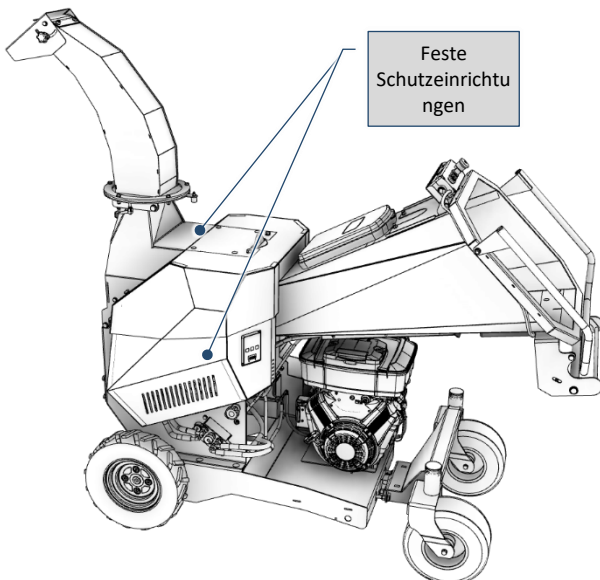
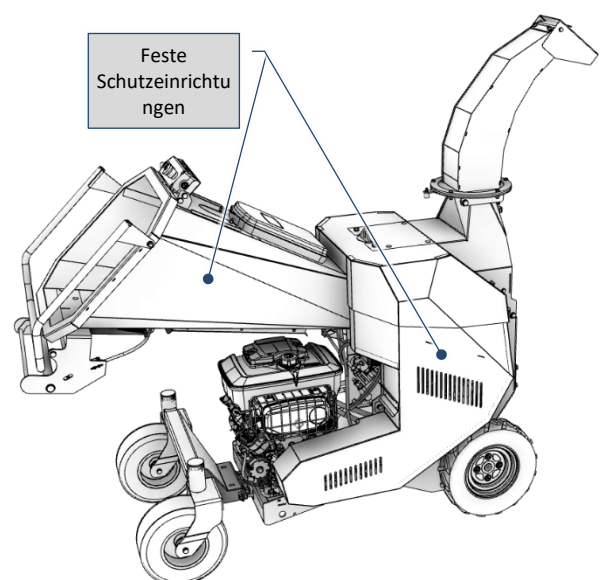

Abb. 7-16 – Feste Schutzeinrichtungen der Maschine (Linke Seitenansicht)
Abb. 7-17 – Feste Schutzeinrichtungen der Maschine (Rechte Seitenansicht)
- **Feste Schutzeinrichtung:** eine Schutzeinrichtung, die dauerhaft in Position gehalten wird (durch Schweißen usw.) oder mit Befestigungselementen (Schrauben, Muttern usw.), die eine Entfernung/Öffnung ohne Werkzeug unmöglich machen (Fig. 7-16 und Fig. 7-17).